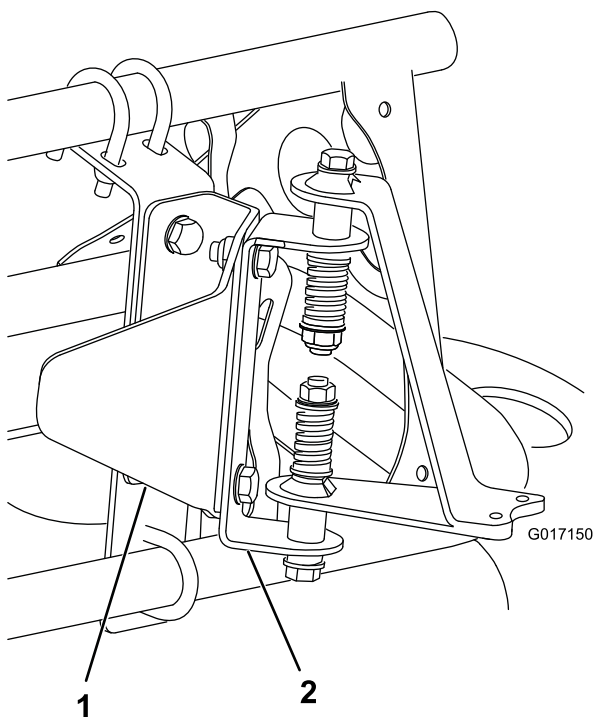

図 11
3. センサーガードブラケットにセンサー取り付け金具を取り付けるボルト5/16 x 3/4 インチ2本とロックナット5/16 インチ2個を使用するカバー付きブームの場合は図11、カバー無しブームの場合は図12を参照。